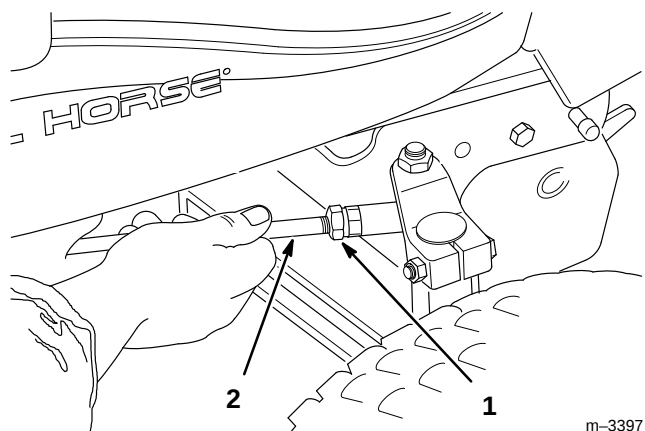

Abbildung 41
1. Die Gegenmuttern an den Enden der Lenkstangen lösen (Abb. 41).